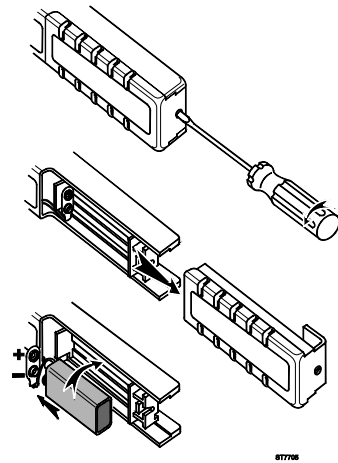

Рис. 2. Установка батареи
Не забудьте установить батарею перед первым использованием. В соответствии с рис. 2 следуйте указанной ниже процедуре установки батареи:
- Найдите крышку батарейного отсека на ручке (см. рис. 2). Ослабьте винты при помощи отвертки с плоским жалом.
- Установите батарею (МЭК 6LR61), как показано на рис. 2. Разместите выводы батареи таким образом, чтобы они не были пережаты между нижней частью отсека и крышкой.